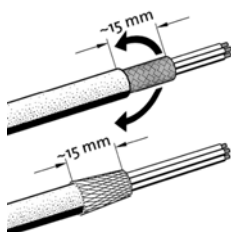

Fig. 14: Pose de blindages de câbles sur les passe-câbles à vis CEM (SC...FC WM)
**Pose de blindages de câbles sur les vissages de câbles CEM (SC...FC WM) : voir Fig. 14 - 16.**